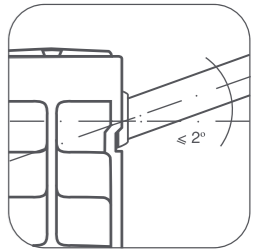

рис. 5
**Во избежание аварии допустимо отклонение оси коллектора радиатора от подводящих труб не более  $2^{\circ}$  (рис. 5).**